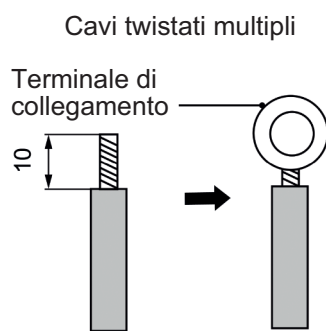

Fig. 5.1.2
- (2) Collegamento del cavo a più fili (come mostrato in Fig. 5.1.2)